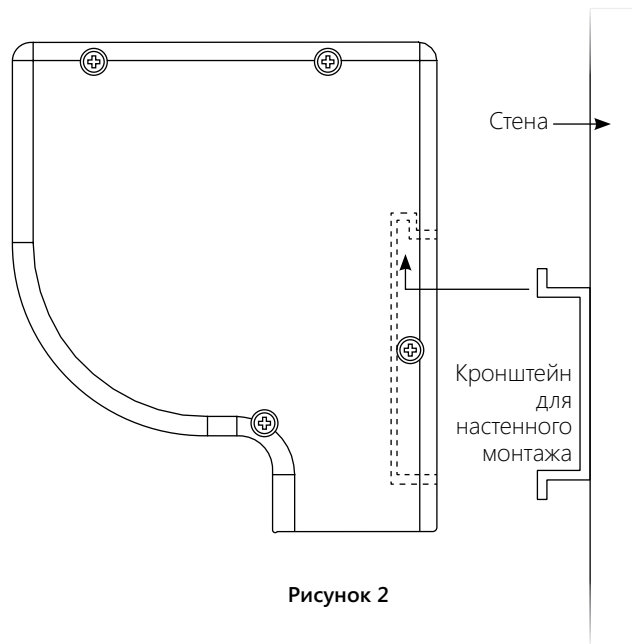

Рисунок 2
2. Закрепите на стене кронштейн для настенного монтажа на желаемой высоте. Кронштейн для настенного монтажа следует прикрепить к стойкам каркаса стены или элементам жесткости стены. Для бетонных и кирпичных стен требуются специальные крепежные элементы и анкеры. Оставьте как минимум $2 \frac{3}{8}$ " над кронштейном для настенного монтажа, чтобы разместить корпус на кронштейне (рис. 2).
4. Подвесьте корпус экрана на настенный монтажный кронштейн, как показано на рис. 2. Корпус должен быть полностью установлен на кронштейне.